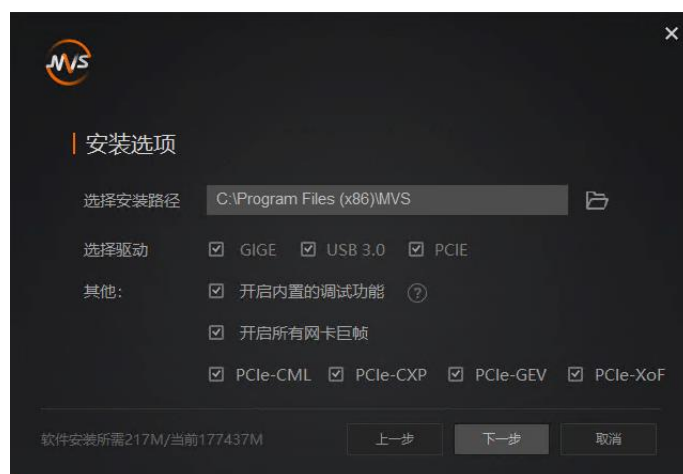

图6-4 安装选项
3. 选择安装路径、需要安装的驱动（默认已全部勾选）和其他功能，如图 6-4 所示。